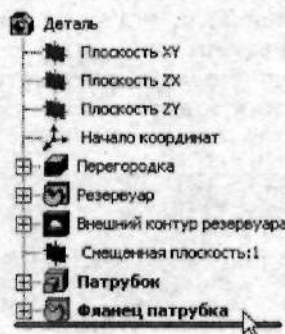

Рис. 2.137. В *Дереве построений* выделите операции, которые будут симметрично отображены
21. Поскольку *Корпус* обладает симметрией относительно *Плоскости YZ*, то второй фланец можно получить простым симметричным отображением построенного. Для этого в **Дереве построений** выделите элементы *Патрубок* и *Фланец патрубка* (рис. 2.137).